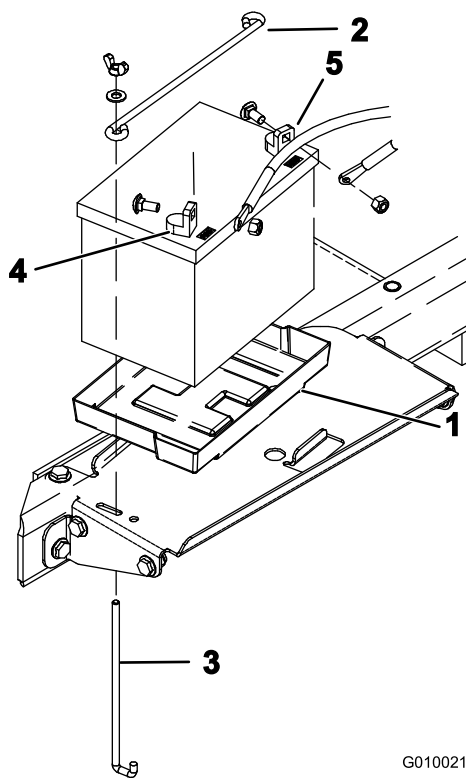

図 49
- バッテリーをトレイに固定している固定具と固定用ロッドを外す 図 49。
- 図 49に示すように、バッテリーを収納部のトレイに戻す。